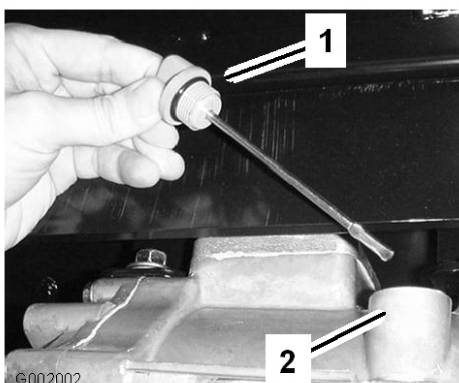

Figura 64
2. Retire a vareta da transmissão e limpe-a com um pano limpo (Figura 64).